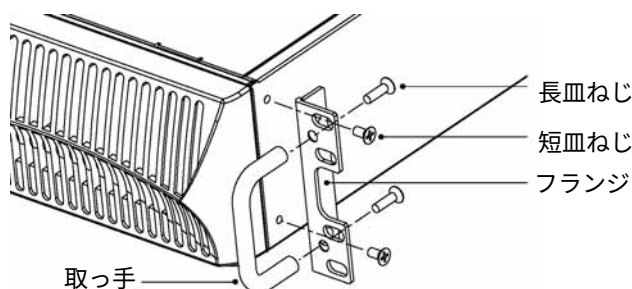

図 3.フランジの取付け
3. 取っ手を取り付けたフランジを UPS の側面に付属の短皿ねじで固定して下さい。(図 3 を参照)